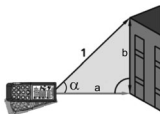

Fig. 12: Medida de con cálculo trigonométrico
3. Posicione el instrumento en el punto (1) correspondiente al valor del ángulo “ α ” (variable de $\pm 65^\circ$ con inclinación transversal no superior a $\pm 10^\circ$) deseado de la medida mostrado en la primera pantalla y pulse la tecla  o la tecla lateral **MEAS** (vea la Fig. 12)
4. El valor de la distancia “1” se muestra en la pantalla resultante. El valor de la distancia “a” se muestra en la tercera pantalla calculado como: $a = (1) * \cos \alpha$. El valor de la distancia “b” se muestra en la segunda pantalla calculado como: $b = (1) * \sin \alpha$ (ver Fig. 12)